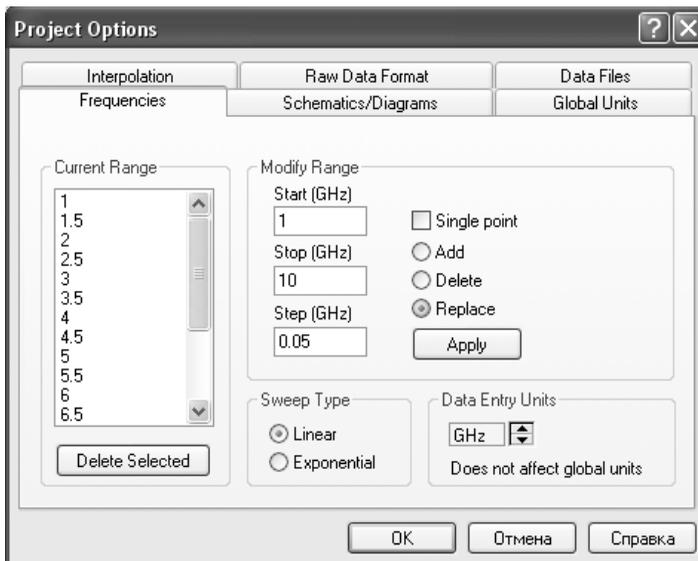

Рис. 2.4
2.3. Откройте вкладку **Frequencies**. Введите **1** в поле **Start**, **10** в поле **Stop**, **0,05** в поле **Step**. Отметьте **Replace** и нажмите **Apply**. Диапазон частот отображается в окне списка **CurrentRange**, как показано на рис. 2.4.